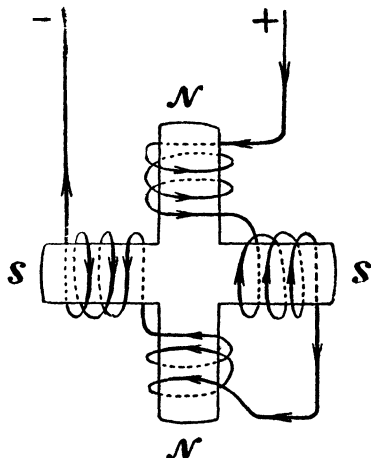

Рис. 18. Намагничивание ротора.
После намагничивания ротор будет иметь два северных (N) и два южных (S) полюса попеременно (рис. 18). Нужно учитывать, что со временем магнитная энергия ротора уменьшится и его придется подмагничивать.